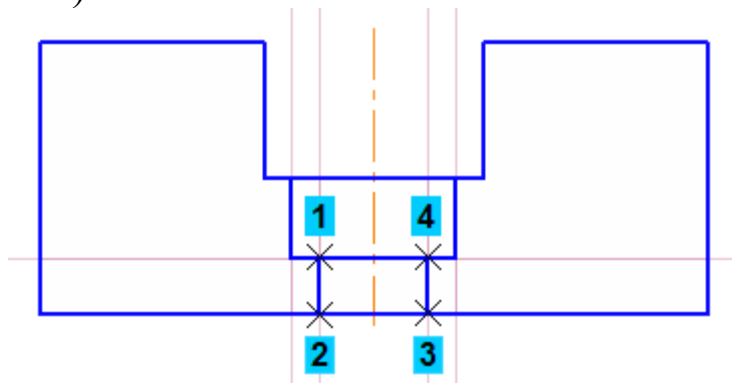

Рисунок 17.
- С помощью привязки Пересечение постройте два отрезка 1–2 и 3–4 (рис. 17).